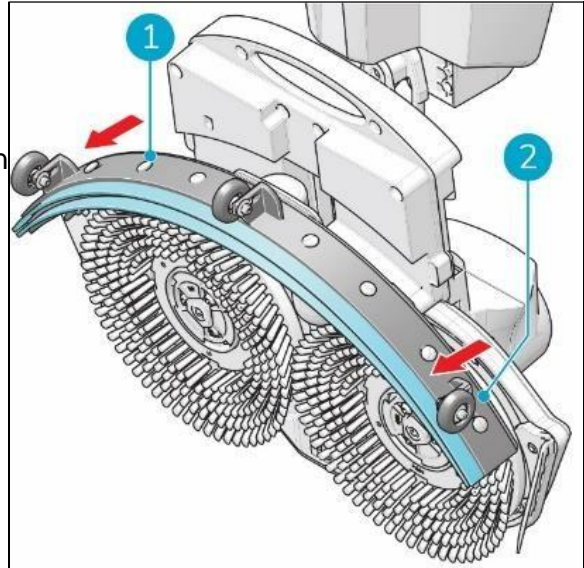

Figura 24
3. Tire del lado izquierdo de la escobilla de goma para extraerla (figura 24, punto 1).
4. Tire del lado derecho de la escobilla de goma para extraerla (figura 24, punto 2).